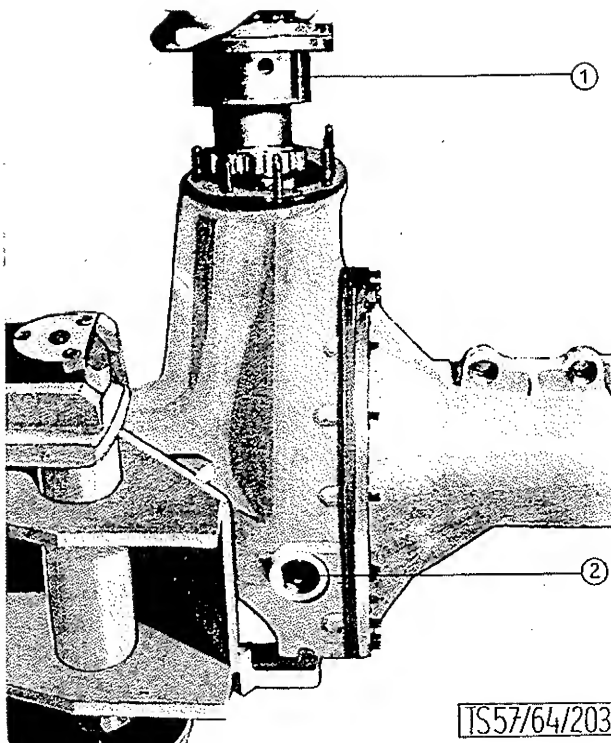

BILD 34: Vormontiertes Kegelritzel einbauen
2. Das zusammengebaute Kegelritzel so in das Vorderachsgehäuse einbauen, daß die Ölrücklaufbohrung in der Lagerbüchse mit der im Gehäuse fluchtet (Bild 34). Nachdem man überprüft hat, ob zwischen Ritzel und Tellerrad ein Zahnflankenspiel vorhanden ist, kann die Lagerbüchse festgeschraubt werden.